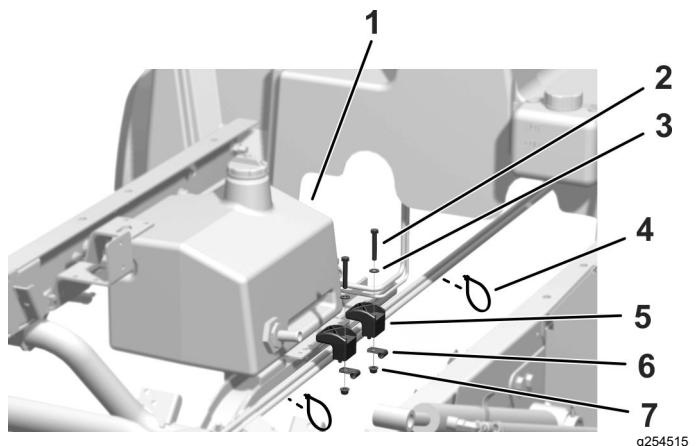

Figura 9
3. Prenda os cabos utilizando duas braçadeiras de cabos (Figura 9).
2. Fixe a parte inferior do depósito hidráulico à abraçadeira da estrutura com duas abraçadeiras do depósito, dois parafusos (5/16 pol. x 2 pol.), duas anilhas chatas (11/32 pol.) e duas porcas flangeadas (5/16 pol.) como se mostra na Figura 9.